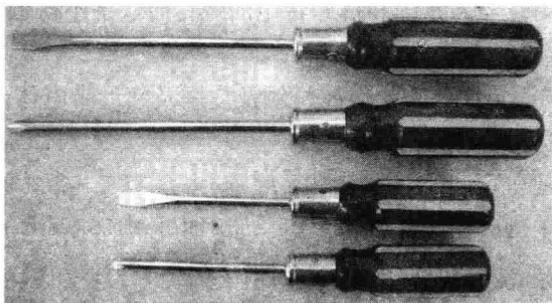

图 1-1-5 木柄螺丝刀
② 低压验电器的作用
① 螺丝刀的结构和规格 螺丝刀又称为旋凿或起子，它是一种紧固或拆卸螺钉的工具，按头部形状可分为一字形和十字形。电工常用的有如图 1-1-5 所示的木柄螺丝刀。